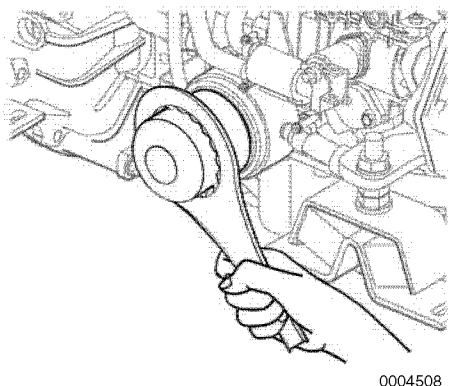

Figura 2
3. Remova o do filtro de óleo do motor (**Figura 2**) com uma chave de filtro (vire-a no sentido contra-rio ao dos ponteiros do relógio).